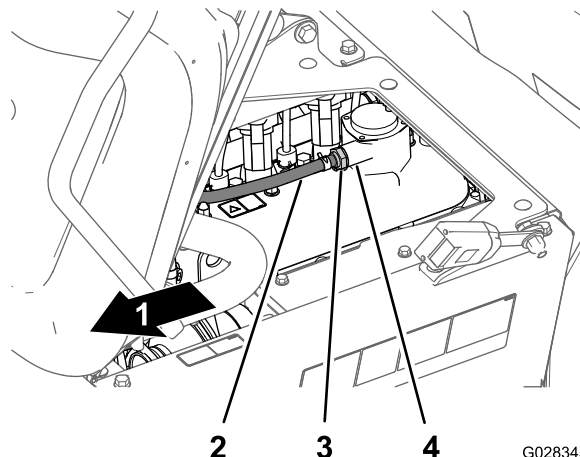

Рисунок 81
- Снимите клапан ПВК со штуцера крышки клапанной коробки двигателя (Рисунок 81).
Примечание: Если внутренний ограничитель клапана дребезжит, клапан ПВК подлежит техобслуживанию; если внутренний ограничитель не дребезжит при встряхивании, замените клапан ПВК (Рисунок 81).
- Вставьте клапан ПВК до полной посадки в уплотнении штуцера крышки клапанной коробки (Рисунок 81).